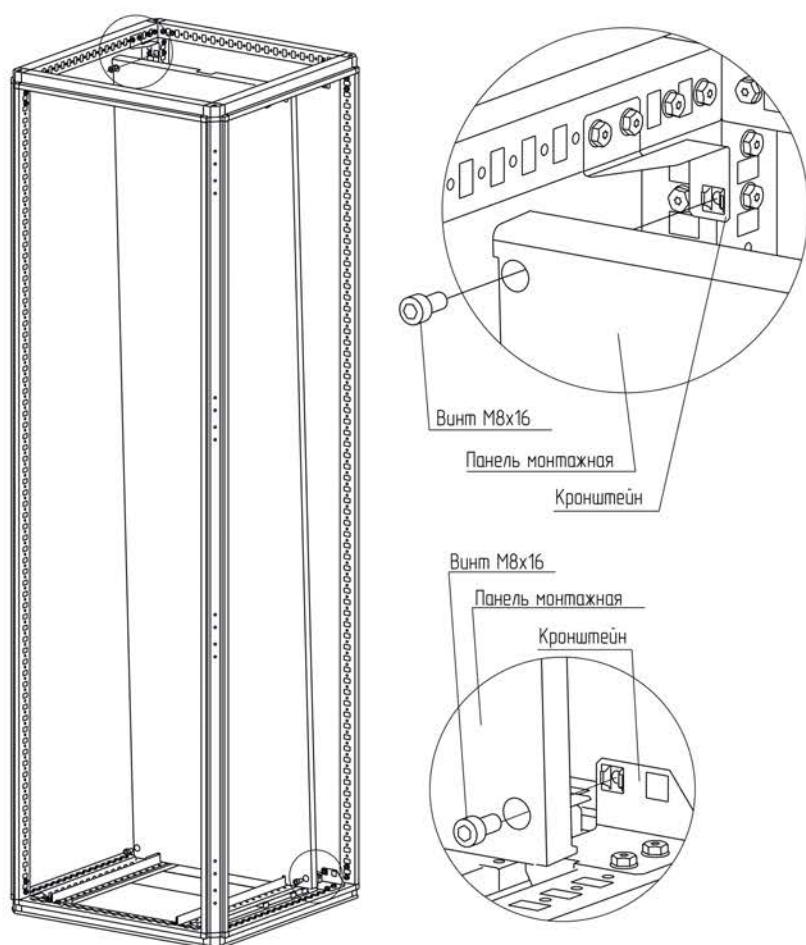

Рисунок 2
4.1.4 Приклонить панель монтажную полную к кронштейнам и закрепить винтами М8×16 (рисунок 2). Момент затяжки – 10 Н·м.